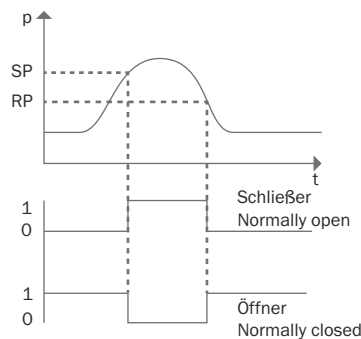

Abbildung 4: Hysteresefunktion bei Überdruck
Bei steigendem Systemdruck schaltet der Ausgang bei Erreichen des jeweiligen Schaltschaltpunkts (SP). Wenn der Druck wieder abfällt, schaltet der Ausgang erst wieder zurück, wenn der Rückschaltpunkt (RP) erreicht ist. Wenn der anliegende Druck um den am Druckschalter eingestellten Schaltschaltpunkt schwankt, hält die Hysterese den Schaltzustand der Ausgänge stabil (siehe Abbildung 4, Seite 12).